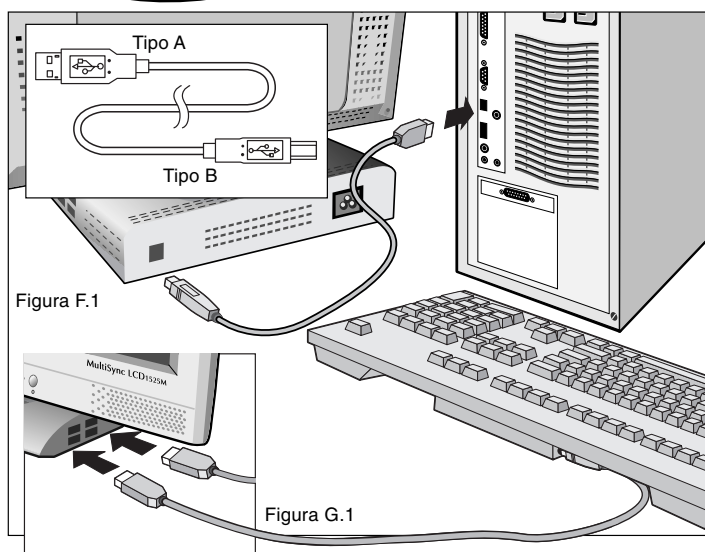
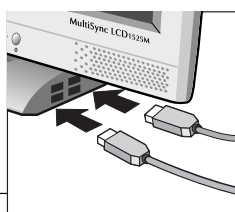

Figura F.1
Figura G.1
6. Con el cable USB, conecte el conector de tipo B al puerto USB ("upstream") en la parte trasera del monitor y el conector de tipo A al puerto USB ("downstream") del ordenador (Figura F.1). Si usa un cable desde un dispositivo USB, use el del puerto "downstream" en el lateral del monitor (Figura G.1).